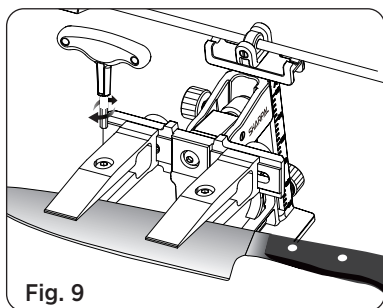

Fig. 9
3. Justera bladets position så att avståndet från änden av varje klämma till skäreppen är lika för båda klämmorna. När bladets position är korrekt justerad, dra åt fästskruvarna på båda klämmorna ordentligt med nyckeln. (Se Fig. 9)